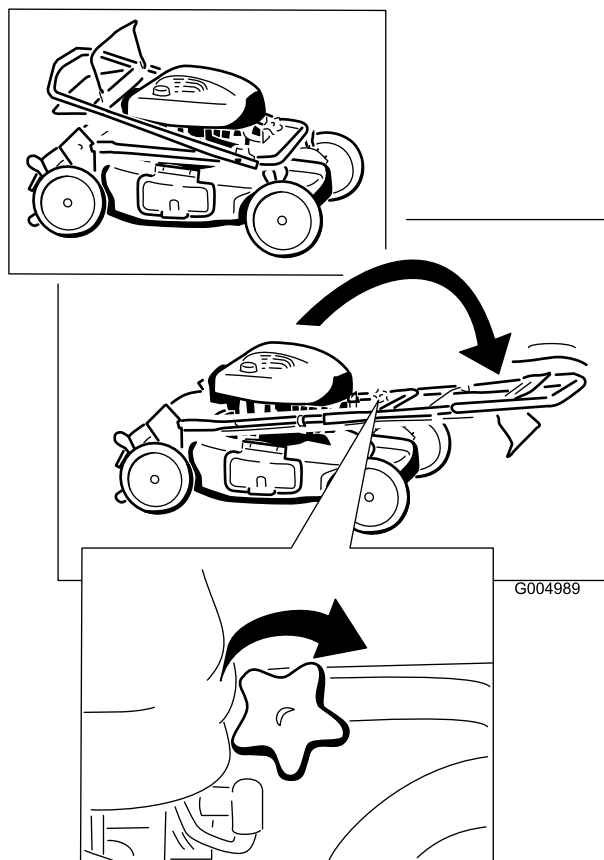

Figure 3
1. Dépliez la moitié supérieure du guidon vers l'avant jusqu'à ce que les deux moitiés soient dans le prolongement l'une de l'autre et s'emmanchent ensemble correctement, et serrez les boutons du guidon (Figure 3).